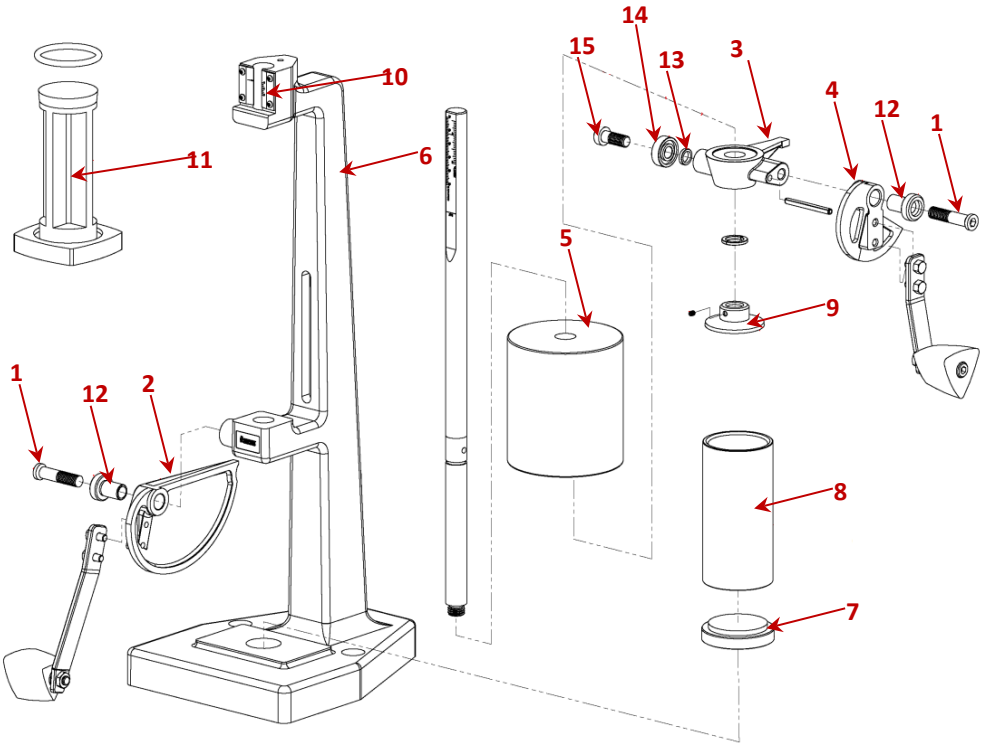

Figura 10: Esplosione isometrica
- Verificare regolarmente che il tubo da campionamento (Figura 10, punto 8) sia pulito e non presenti ruggine e/o infossamenti. Deve essere leggermente lubrificato ogni volta che viene utilizzato. Un tubo da campionamento asciutto, arrugginito o butterato comporterà la perdita di energia di compattazione sulla superficie interna del tubo a causa dell'attrito. Ciò produrrà un campione di sabbia meno compatto e al di fuori delle specifiche.
In alcuni casi l'altezza di caduta sar  inferiore allo standard. Questo   segno della presenza di usura e le parti usurate devono essere sostituite: camma principale (Figura 10, punto 4) e boccia corrispondente (Figura 10, punto 12)